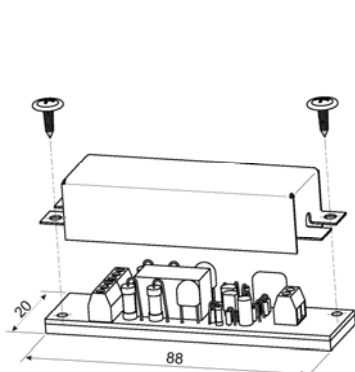

Рис. 6
- 5.8 Модуль управления (рис.6) размещается в любом удобном месте. Кожух, закрывающий печатную плату модуля, в комплект поставки не входит и заказывается отдельно. Длина соединительного кабеля от замка до модуля управления не ограничивается при условии обеспечения падения напряжения в проводах не более 0,5В в режиме «подброса» якоря. Допускается скрытая установка модуля внутри дверной коробки.